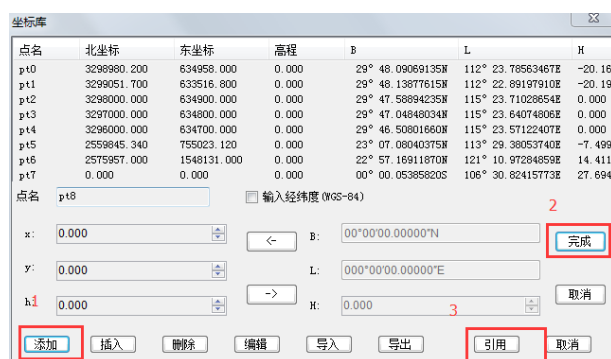

图 10-18 通过编辑框直接添加导航坐标平面坐标
进入坐标库中，按照如下图 10-18 中步骤 1、2 添加。最后按照方式 (1) 中引用即可。